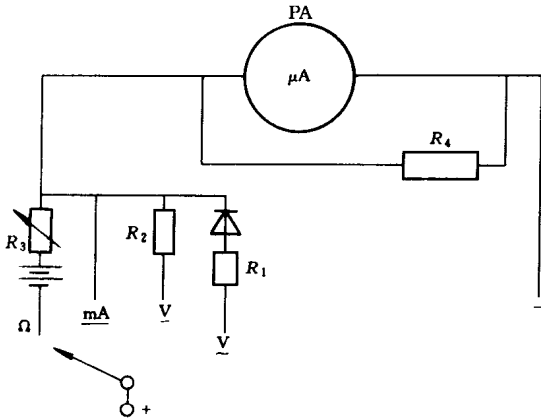

图 1-10 万用表的简单原理及基本结构示意图
(1) 万用表的原理。万用表的简单原理及基本结构示意图如图 1-10 所示。表头是一个磁电式直流微安表，它的主要结构是一块 U 形永久磁铁的两个磁极间置一可动圆柱形铁芯，上面套有铝框架和线圈。当线圈中通有电流时，线圈两边在磁场中受到大小相等、方向相反的力的作用。在这个转矩的作用下，线圈就转动起来，并带动指针偏转一个角度，直到转轴上的螺旋弹簧被拉紧产生反抗转矩，并与线圈转动力矩相平衡时为止。这时，指针所偏转的角度与流过线圈的电流成正比，因此，可以根据指针位置指示出流过线圈电流的大小。